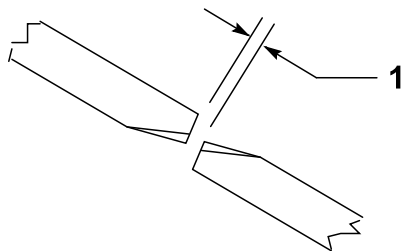

Figure 28
Pour que l'unité de coupe fonctionne correctement, les pointes des lames des unités latérales et de l'unité centrale doivent être espacées de 10 à 16 mm (Figure 28).
2. Tournez une lame centrale et une lame latérale adjacente de manière à aligner les pointes des lames. Mesurez la distance entre la pointe des lames (Figure 28).